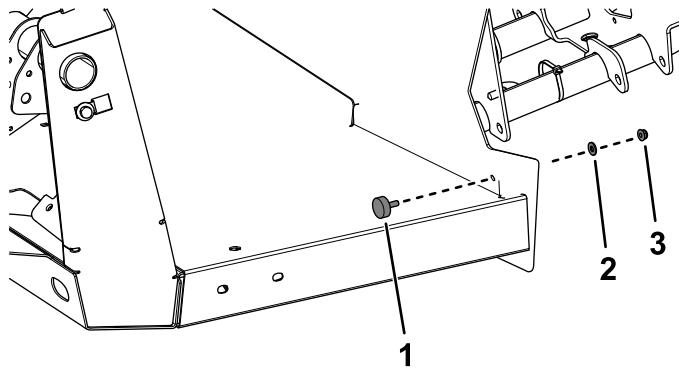

Bild 24
5. Befestigen Sie einen Gummianschlag mit einer Scheibe und Bundmutter ( $\frac{1}{4}$ ") an jeder Seite (Bild 24).